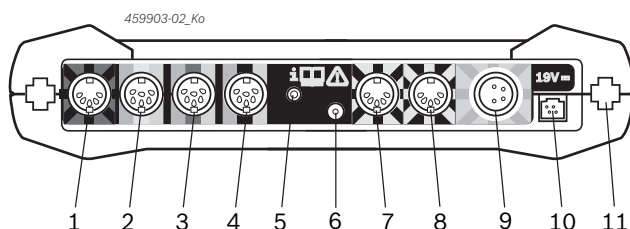

Fig. 2: Anslutningslist FSA 500 (underifrån)
⌚ Anslutning, se Fig. 2, Pos 6.
5. Anslut sensorerna på mätenhetens därför avsedda uttag (se fig 2).